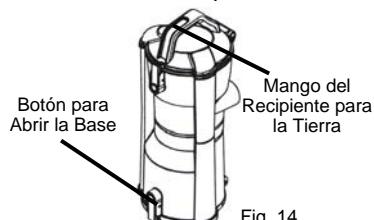

Fig. 14
1. Para vaciarlo, sostenga el recipiente por la manija sobre un cesto de basura y presione el botón que está en el frente para desatarle la parte de abajo. (Fig. 14)